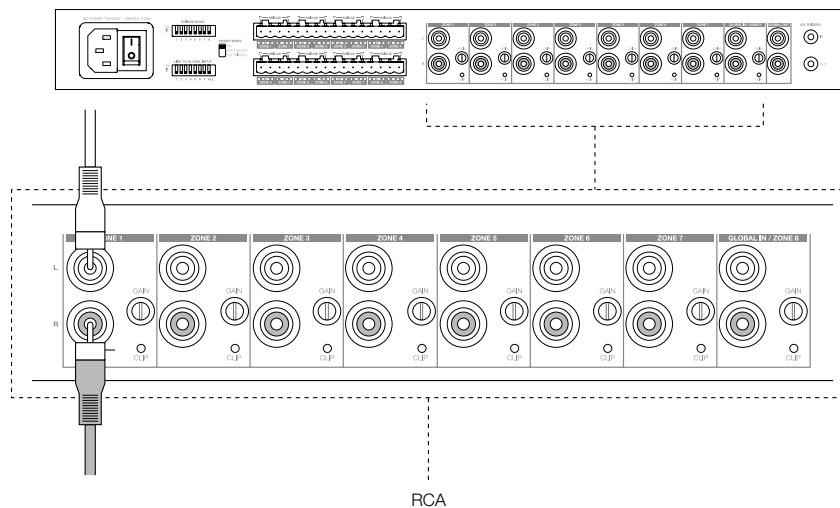

Abbildung 6
1. Schließen Sie das Audiokabel an die ZONE-Eingänge an (1 – 8) Cinch-Eingänge, siehe Abbildung 6